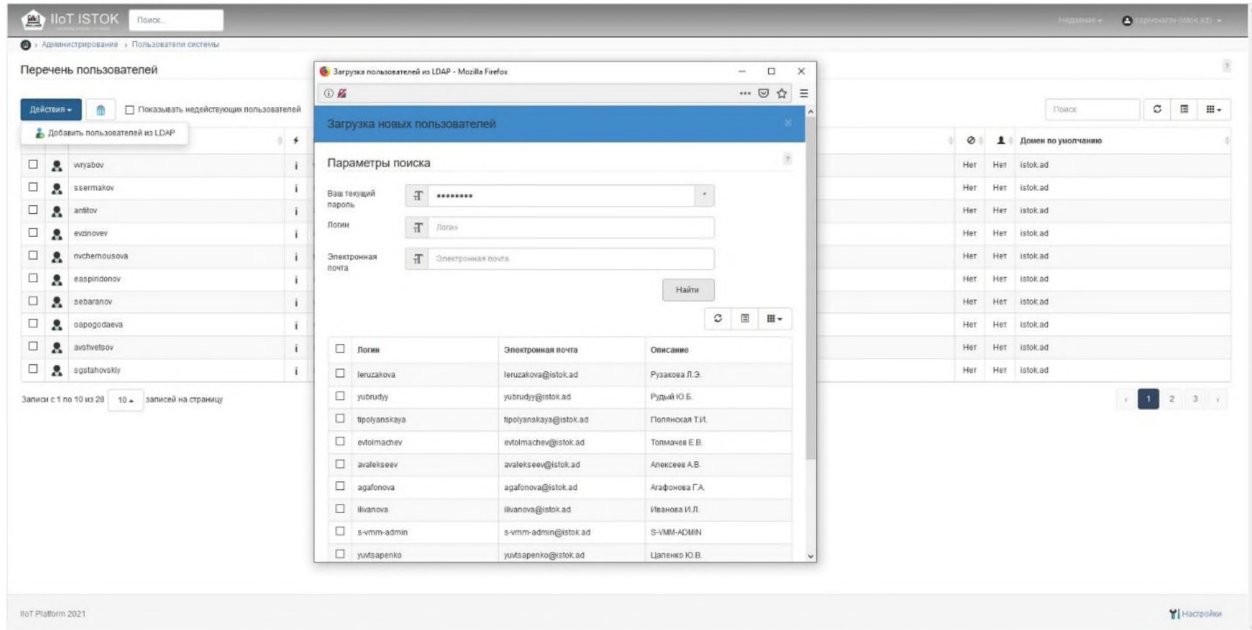

Рисунок 3 – Окно «Загрузка пользователей из LDAP»
- 4) Нажмите **Действия – Добавить пользователей из LDAP** (рис. 3).